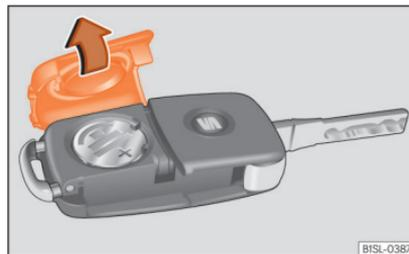

Abb. 129 Fahrzeugschlüssel: Deckel für Batteriefach.
Die Batterie befindet sich auf der Rückseite des Fahrzeugschlüssels unter einer Abdeckung »» **Abb. 129**.
- Abdeckung auf der Rückseite des Fahrzeugschlüssels » » » Abb. 129 in Pfeilrichtung abnehmen » » » ❶.
- Abdeckung wie gezeigt ansetzen » » » Abb. 129 und entgegen der Pfeilrichtung auf das Fahrzeugschlüsselgehäuse drücken, bis sie einrastet.
❶ VORSICHT